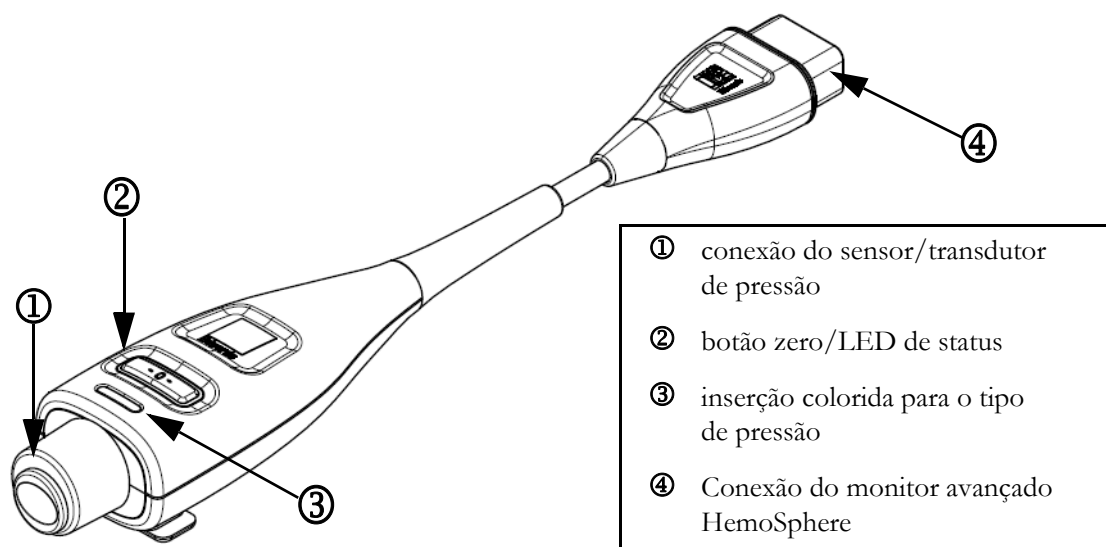

Figura 10-1 Cabo de pressão HemoSphere
O cabo de pressão HemoSphere é um dispositivo reutilizável que se conecta com o monitor HemoSphere em uma extremidade ④ e com qualquer transdutor de pressão descartável (DPT) Edwards ou sensor aprovado na outra extremidade ①. Consulte a figura 10-1 na página 139. O cabo de pressão HemoSphere adquire e processa um único sinal de pressão de um DPT compatível, como o TruWave DPT ou um sensor FloTrac. Um sensor FloTrac ou FloTrac IQ/Acumen IQ se conecta a um cateter arterial existente para fornecer parâmetros hemodinâmicos minimamente invasivos. Um transdutor TruWave pode se conectar a qualquer cateter de monitoramento de pressão compatível para fornecer pressão intravascular baseada em localização. Consulte as instruções de uso fornecidas com cada cateter para obter instruções específicas sobre o posicionamento do cateter e sua utilização e para se informar sobre as advertências, avisos e notas pertinentes. O cabo de pressão HemoSphere pode ser monitorado por dois modos de monitoramento de tecnologia com base no sensor/transdutor emparelhado: Modo de monitoramento do sensor **FloTrac** ou **FloTrac IQ/Acumen IQ** ou modo de monitoramento do cateter **Swan-Ganz**. O modo de monitoramento é exibido na barra de informações (consulte a figura 5-19 na página 86). Os pontos de conexão e aparência do cabo de pressão HemoSphere são exibidos na figura 10-1.
Inserção colorida para o tipo de pressão. Se desejar, a inserção colorida apropriada pode ser usada para o cabo de pressão para indicar o tipo de pressão monitorada. Consulte ③ a figura 10-1 seguir. As cores são as seguintes:
- Vermelho para pressão arterial (PA)
- Verde para débito cardíaco (DC) contínuo
- 7 Faça um movimento reto para frente ou para trás para conectar o conector verde do sensor FloTrac preparado. O LED do cabo de pressão ao redor do botão zero (veja ② na figura 10-1) piscará na verde, indicando que o sensor de pressão foi detectado. A luz amarela indica uma falha. Se acontecer, consulte a barra para obter as informações específicas da falha.
Pressione o botão zero físico  diretamente no cabo de pressão (consulte a figura 10-1).